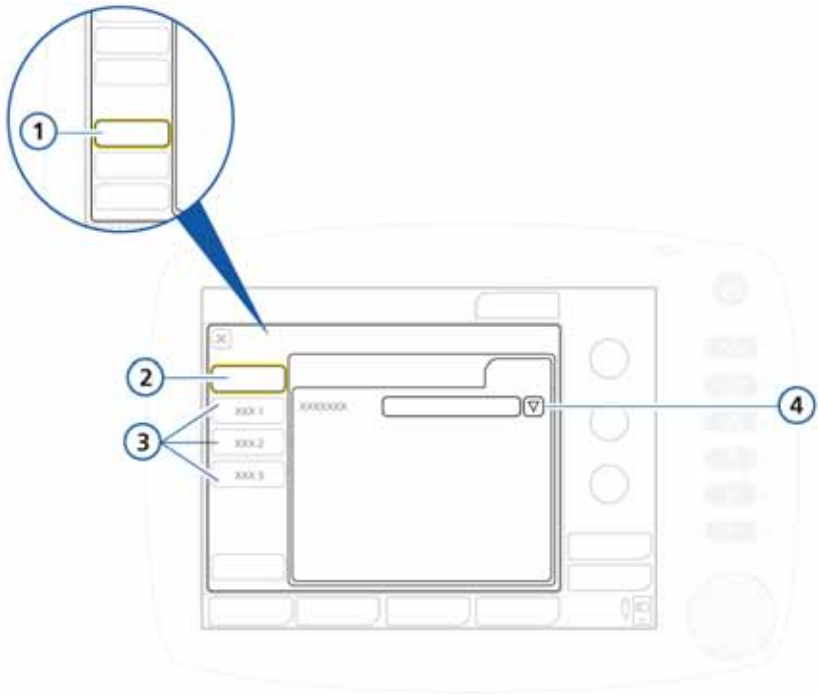

图 I-15. 默认设置配置
1. 在 Setups 窗口中（图 I-15），打开 **Default setup** 窗口。